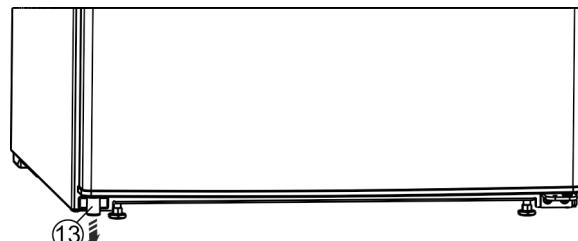

Fig. 5
► Dolje lijevo izvadite razmačnik Fig. 5 (13) iz vrata.